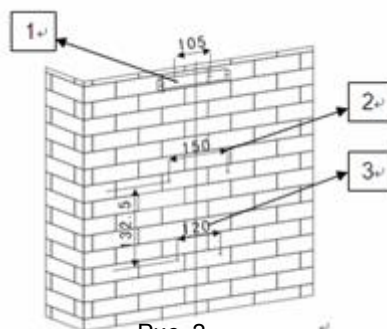

Рис. 2
3. Установите вытяжку в подходящем месте после фиксации установочной высоты и ее выравнивания. Кронштейн фиксируется на внутренней вытяжной трубе. См. Рис. 2.